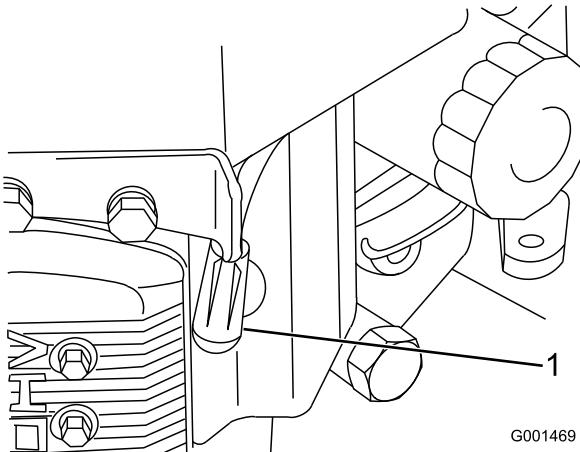

Figure 34
- Débranchez les bougies (Figure 34).